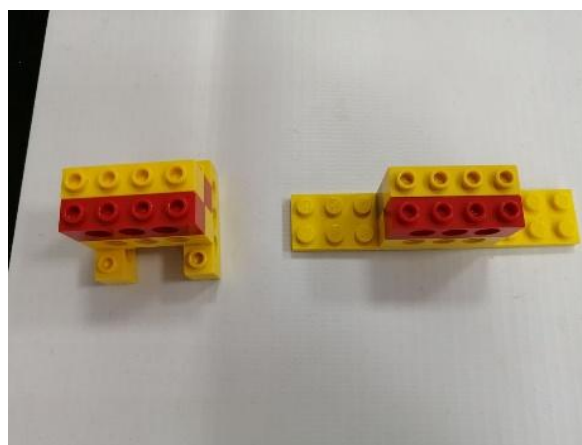

Рис. 8
1. Балка с шипами 1х4 – 6 шт. (смотрите рис. 8).
2. Пластина 2х10 – 1шт. и балка с шипами 1х4 – 4 шт. (смотрите рис. 8).